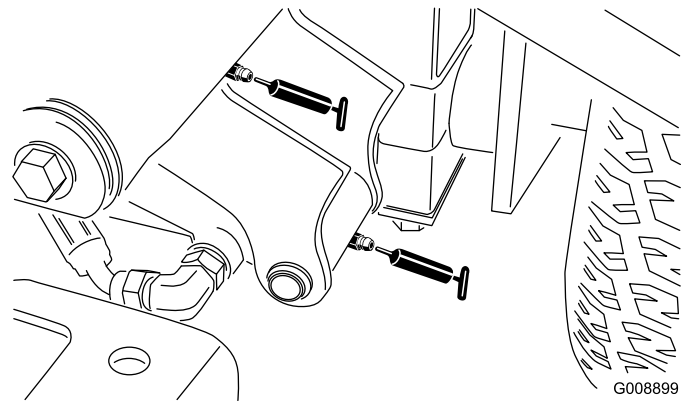

Figura 38
- 2 perni del braccio di sollevamento anteriore sinistro e cilindro di sollevamento (**Figura 38**)